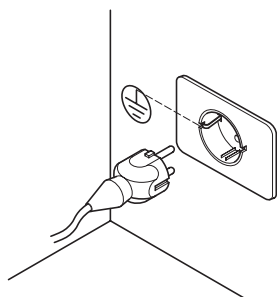

Fig. 6.2.1
È obbligatorio che l'impianto sia provvisto di messa a terra e di interruttore differenziale in ottemperanza alle leggi vigenti (Fig. 6.2.1).
**Es obligatorio que la instalación esté provista de conexión con tierra y de interruptor diferencial cumpliendo con las leyes vigentes (Fig. 6.2.1).**
**The system must be earthed and fitted with a circuit breaker as provided for by current laws (Fig. 6.2.1).**